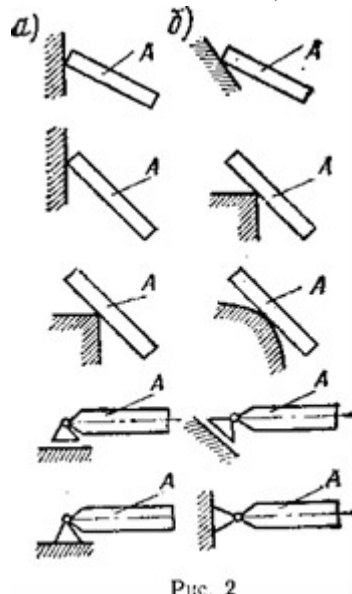

Рис. 2
19. Изменится ли направление реакций связей, если, не меняя нагрузку на брус A и его положение, изображенное на рис. 2, а, опоры (связи) заменить опорами (связями), как показано на рис. 2, б? (Трение не учитывать, т. е. связи считать идеальными.)